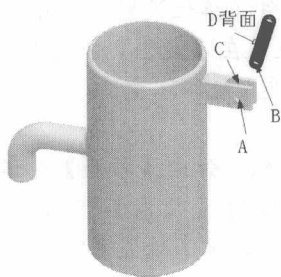

图1-10
- (2) “轴对齐”约束选取 A 孔与 B 孔（或选取两孔的轴线）。
- (3) “平移”约束选取 C 面与 D 面，使两面匹配，如图 1-10 所示。